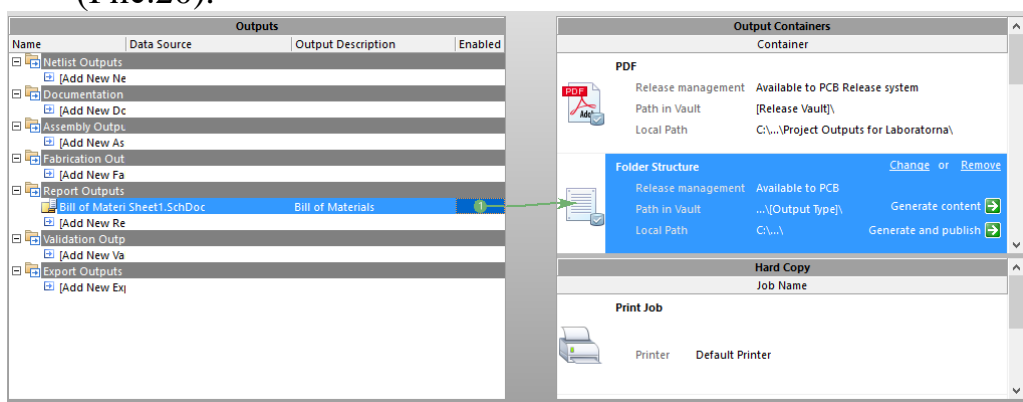

Рис.20. Формування документації через Outjob
2.5.4. Далі робимо активним **Folder Structure** та натискаємо **Enabled** (Рис.20).